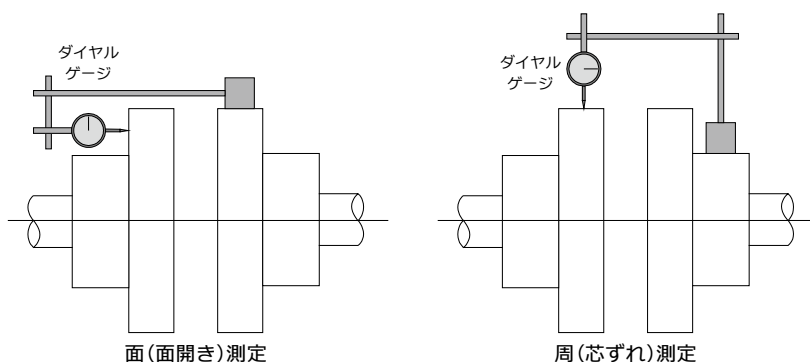

図 2.3-1 ダイヤルゲージによる芯出し
- (3) カップリングの面間寸法を外形図に記載されている寸法に従って、テーパゲージなどを用いて確認してください。
- (4) ダイヤルゲージなどを用いて芯出しを行ってください(図 2.3-1)。カップリングの 90° 毎の 4 点を測定し、それぞれの値が面・周とも 5/100mm 以下となるように調整してください。芯出し状況の数値は必ず記録しておいてください。